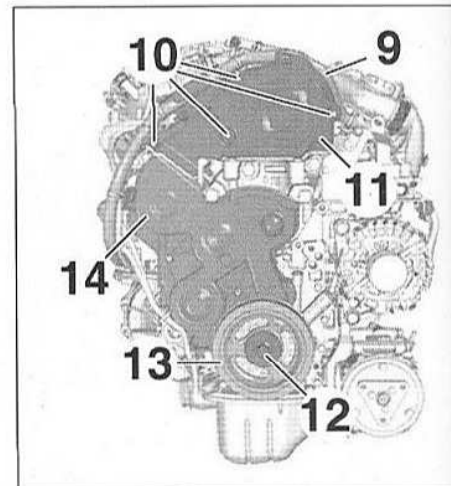

FIG.5
- Dégrafer et écarter le faisceau électrique (9) (Fig.5).
- les vis (10),
- le carter supérieur de distribution (11),
- la vis (12),
- la poulie de vilebrequin (13),
- le carter inférieur de distribution (14).
- Déposer la vis (12) de poulie de vilebrequin (Fig.5).
- le carter inférieur de distribution (14),
- une vis (12) de poulie de vilebrequin neuve,
- le carter supérieur de distribution (11).